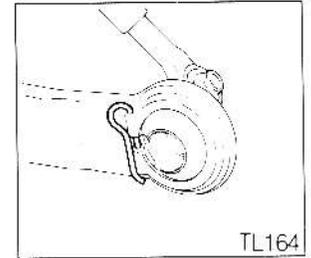

Fig 46
3. Monter la nouvelle rotule en la plaçant avec la partie étroite en face de l'encoche, puis remonter l'épingle comme indiqué à la Fig. 46.